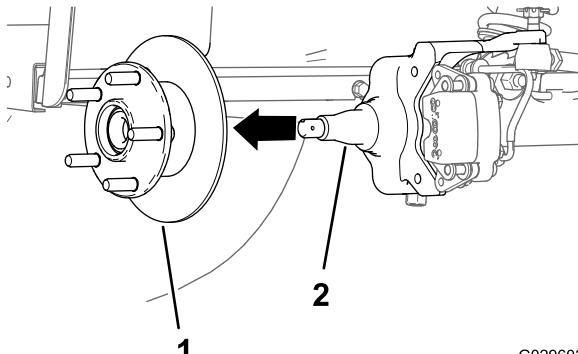

Figura 31
6. Rimuovete il dado del mandrino dal mandrino e separate il gruppo mozzo e rotore dal mandrino (Figura 30 e Figura 31).